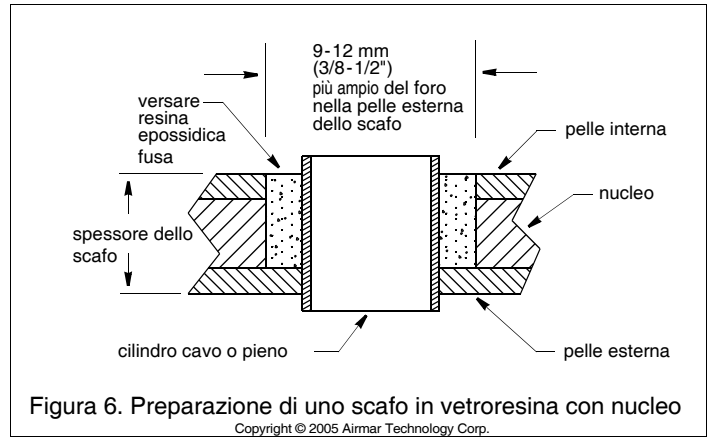

Figura 6. Preparazione di uno scafo in vetroresina con nucleo
2. Utilizzando una sega a tazza da 51mm o 2", ritagliate il foro dall'esterno dello scafo attraversando esclusivamente la pelle *esterna* (vedi Figura 6).